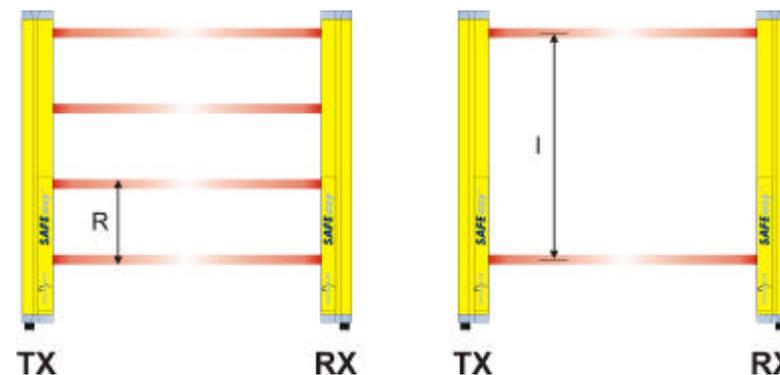

Fig. 2
La Fig. 2 montre, à titre d'exemple, l'entraxe optique (l) et la résolution (R) des barrières de sécurité destinées à la protection du corps.